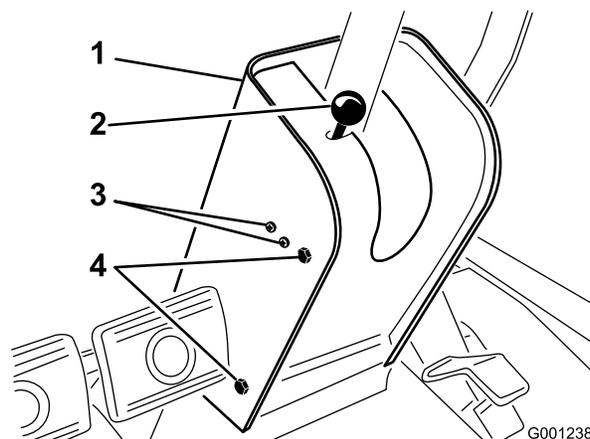

Figura 61
2. Retire el pomo de la varilla del freno de estacionamiento y retire los tornillos de la cubierta de la columna de dirección (Figura 61).
4. Afloje los tornillos y las tuercas que sujetan el interruptor del FRENO DE ESTACIONAMIENTO al lado izquierdo de la columna de dirección (Figura 61).